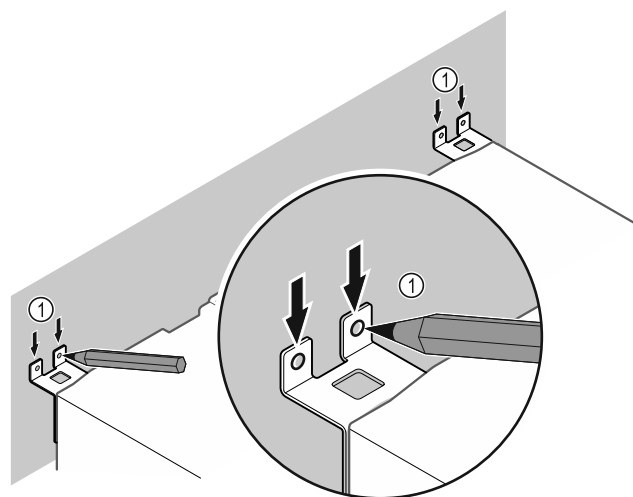

Fig. 10
- ▶ Сделайте метки на стене Fig. 10 (1).